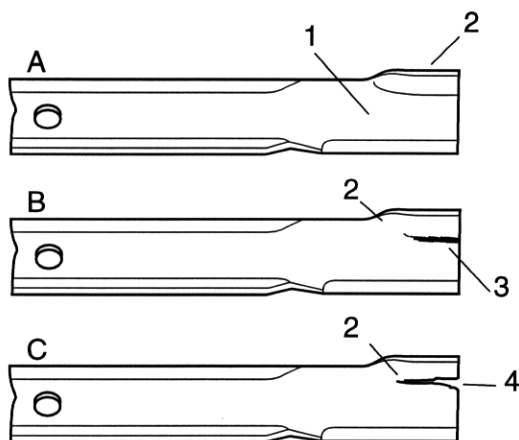

Fig 6
1. Undersøg knivens skær omhyggeligt, især hvor den flade og den krumme del af kniven mødes (Fig. 6-A). Fordi sand og slibende materiale kan afslide det metal, der forbinder den flade og den krumme del af kniven, skal kniven kontrolleres, inden maskinen anvendes. Hvis kniven ser slidt ud (Fig. 6-B), skal den udskiftes.
Hvis man lader kniven blive slidt, kan der opstå en revne mellem sejlet og den flade del af kniven (Fig. 6-C). Til sidst kan et stykke af kniven gå helt af og blive kastet ud under huset, hvilket evt. kan medføre, at du eller en person i nærheden bliver alvorligt kvæstet.